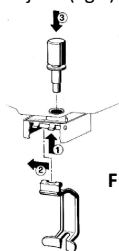

Figure 6
- Monter le robinet en acier inoxydable, placer le levier du robinet (1-2) et visser l'arrêter sur son joint (fig 6)